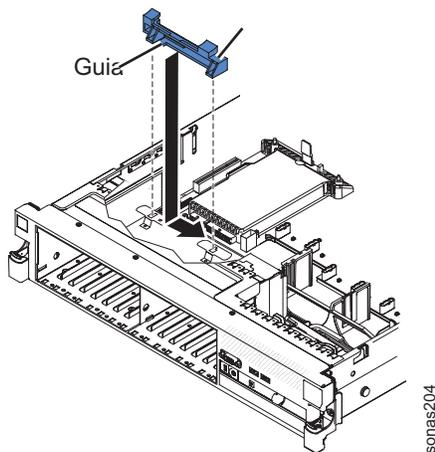

Figura 25. Instalando o Suporte de Retenção do Controlador
- 3) Instale o suporte de retenção do controlador na etapa ii alinhando o slot do controlador do suporte de retenção e, em seguida, posicionando as guias do suporte nos orifícios no chassi, e deslize o suporte para a esquerda até que ele se encaixe no lugar. Consulte o Figura 25 na página 132.